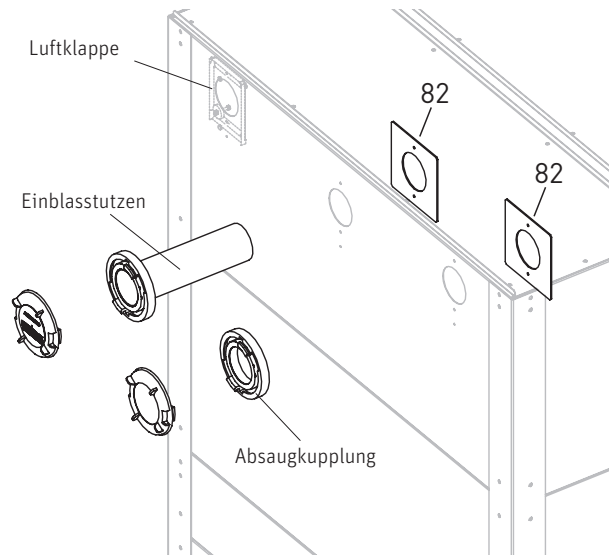

Fig. 16 Einblasstutzen und Absaugkupplung montieren
1 Einblasstutzen, 1 Absaugkupplung – außen, 2 Stutzenbefestigungen (82) – innen mit je 2 Stk. M6 x 40 Senkkopfschrauben und Muttern zusammenschrauben – Fig. 16